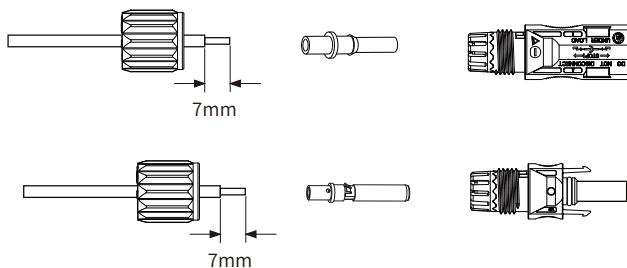

Abb. 5.3 Überwurfmutter des Steckers demontieren
- a) Entfernen Sie das Gleichstromkabel ca. 7 mm und demontieren Sie die Überwurfmutter des Steckers (siehe Abbildung 5.3).